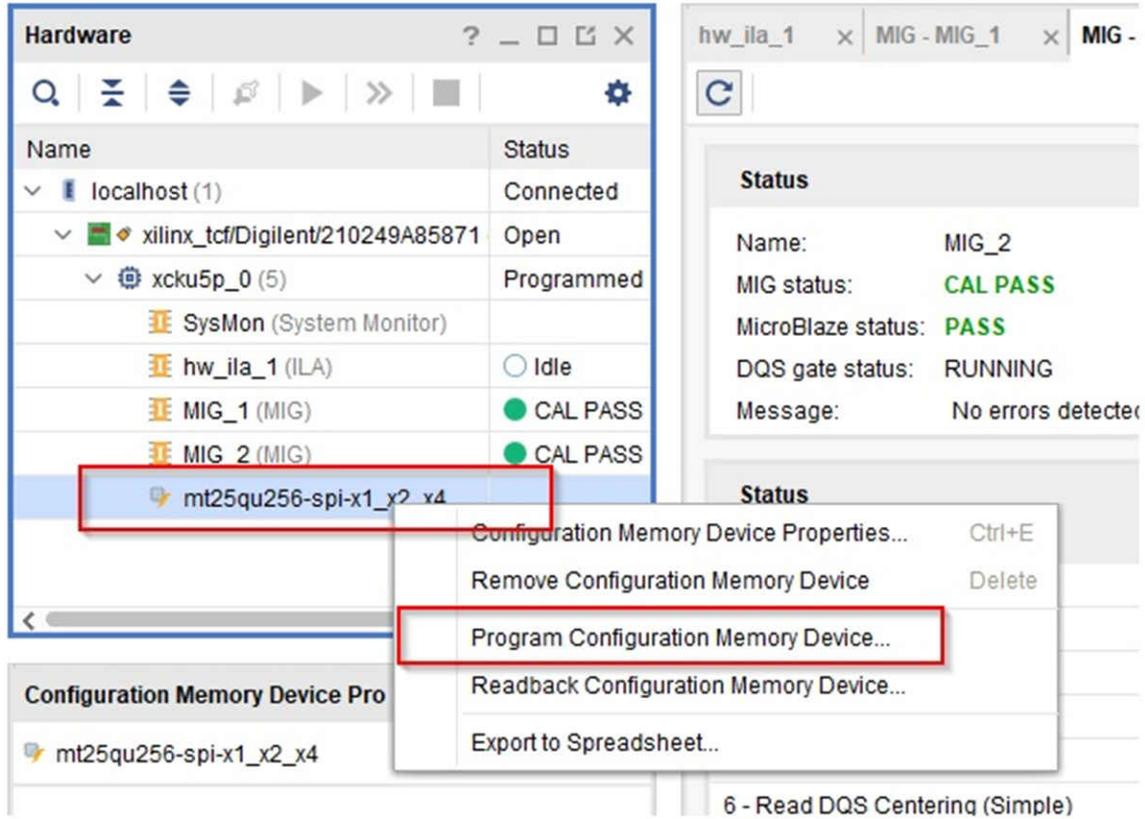

图 3-2. 对存储器器件进行编程
7. 右键点击器件“mt25qu256-spi-x1_x2_x4”，然后点击“Program Configuration Memory Device”（请参阅图 3-2）。